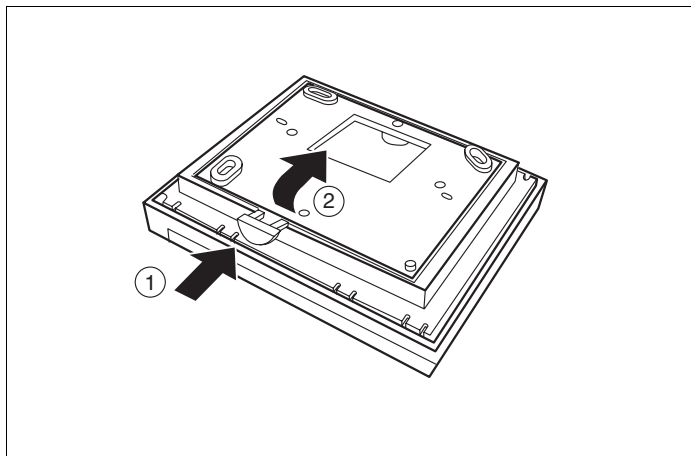

Рис. 4 Снять комнатный регулятор с монтажной пластины
- Нажать деблокирующую кнопку на нижней стороне монтажной пластины (рис. 4, поз. 1).
- Снять монтажную пластину по направлению стрелок (рис. 4, поз. 2).